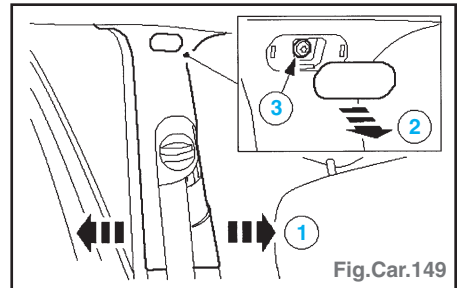

Fig.Car.149
- Dégager le panneau de garnissage supérieur du montant B et le ranger de côté (Fig.Car.149) :
- dégager les languettes de positionnement du panneau de garnissage inférieur de montant B (1),
- déposer le cache de vis (2),
- déposer la vis de fixation (3).
- Dégager le panneau de garnissage supérieur du montant B et le ranger de côté (Fig.Car.149).